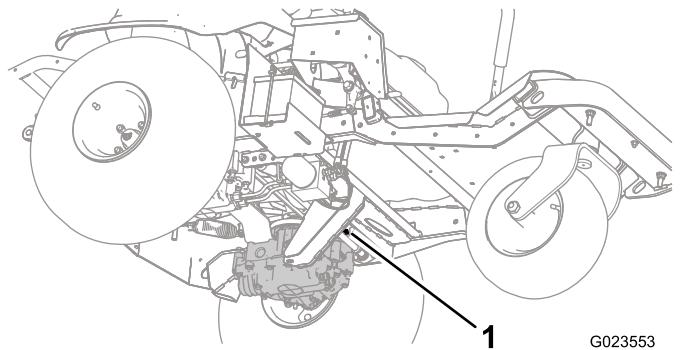
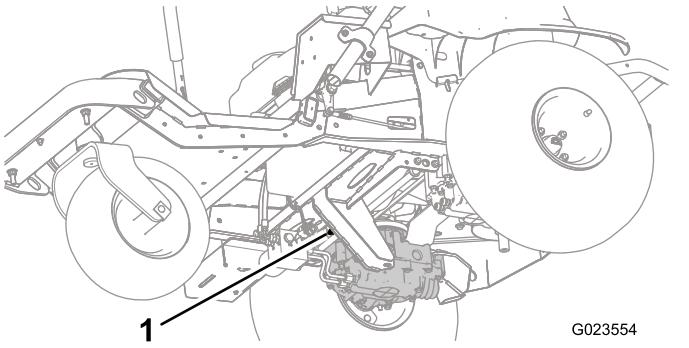
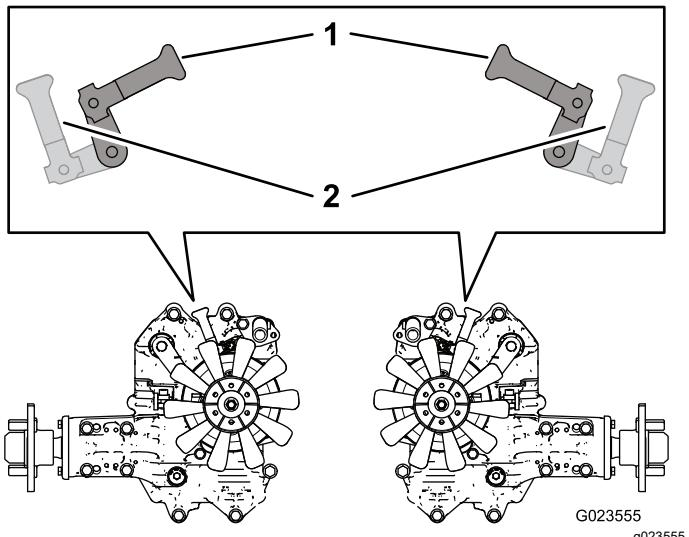

Figure 28
Figure 29
Figure 30
- En passant sous la machine, tournez les leviers de dérivation (Figure 28 et Figure 29) pour les orienter vers l'intérieur et le centre de la machine (Figure 30), puis desserrez le frein de stationnement ; voir Utilisation du frein de stationnement \(page 23\).